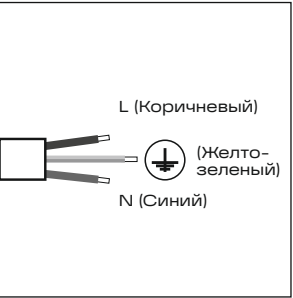

Рис. 4
- 5.14 Для выполнения электрических подключений обратиться к схеме на рис. 4 или 5 (для версии с DALI 2.0).